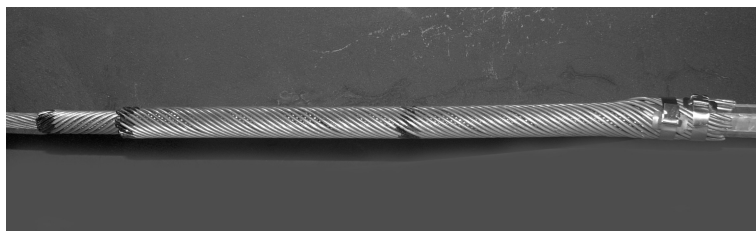

Рис.3. Собранный зажим с хомутами
5. Монтаж ленточных хомутов (см. рис.3, 4).